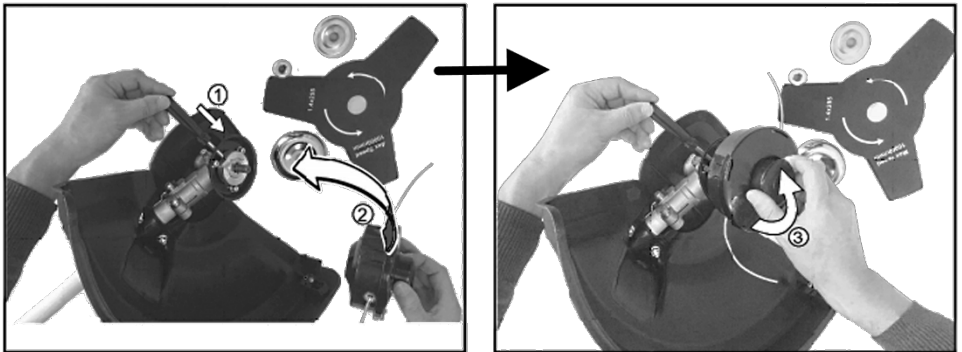

Рисунок 6
3.6 Встановлення різальної котушки з жилкою (рисунок 6)